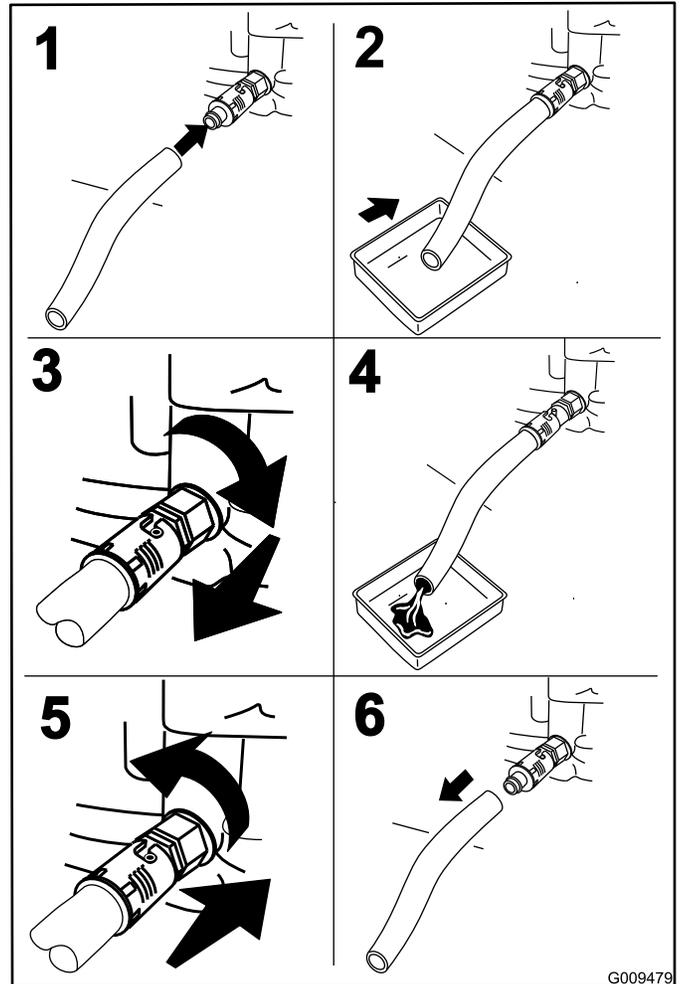

Figura 43
3. Pare el motor, retire la llave y espere a que se detengan todas las piezas en movimiento antes de abandonar el puesto del operador (Figura 43).